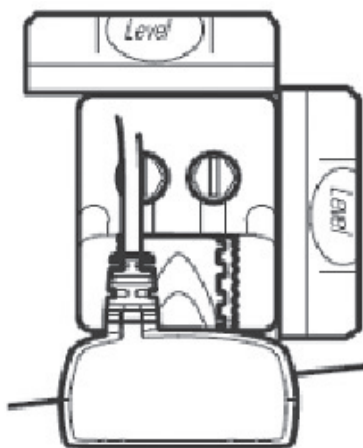

Рис. 15
7. Продолжайте регулировку кронштейна до его полного выравнивания горизонтально от правого к левому борту, если смотреть на датчик сзади (Рисунок 15).